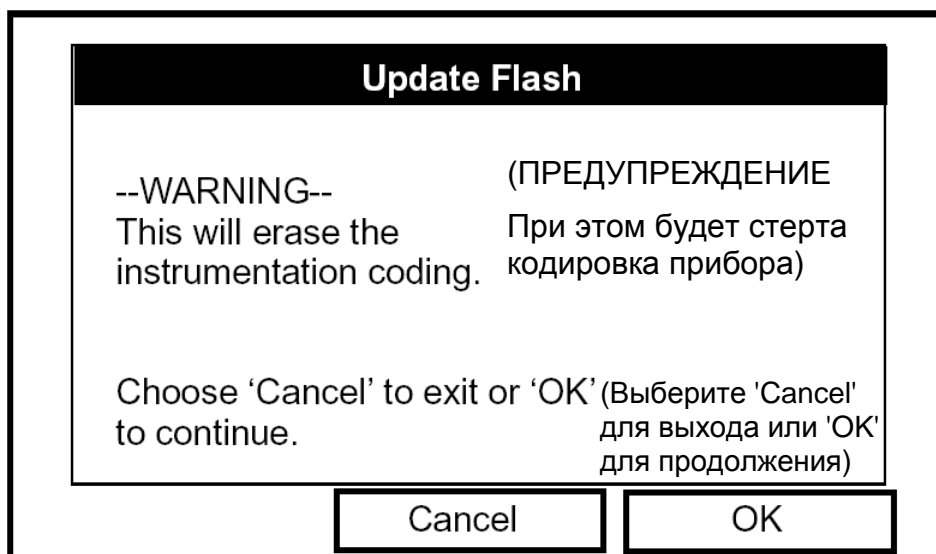

Рис. 9-30: Опция Flash Update
Для начала процедуры загрузки перейдите вниз к пункту Flash Update в меню Service и нажмите клавишу [ENTER]. На экран будет выведено изображение, подобное приведенному ниже рис. 9-30.
1. Как показано на рис. 9-30 на предыдущей странице опция Flash Update стирает всю кодировку прибора.
- Нажмите клавишу [F3] (OK) для подтверждения того, что Вы хотите стереть программу.